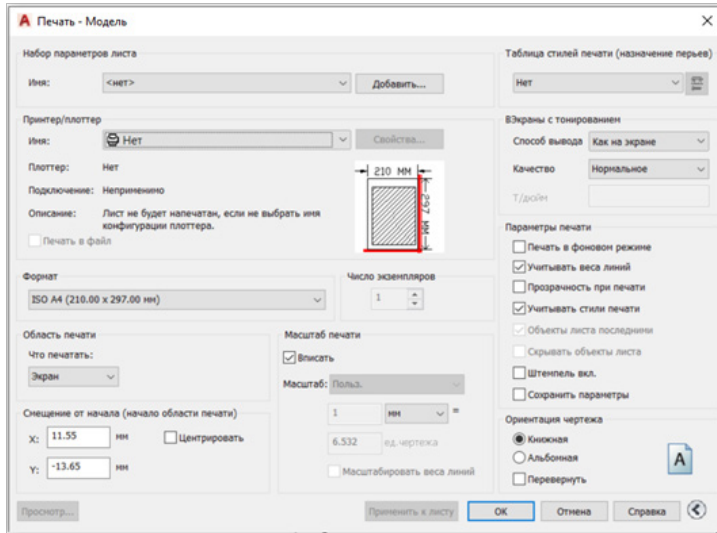

Рис. 125. Окно *Печать – Модель*
- откроется окно *Печать – Модель* (рис. 125);